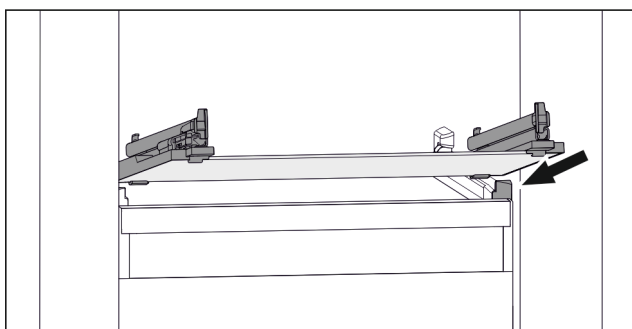

Fig. 107 Exempel på glashylla
- Sätt på glashylla i vinkel bakom stopplackarna. (se Fig. 107)